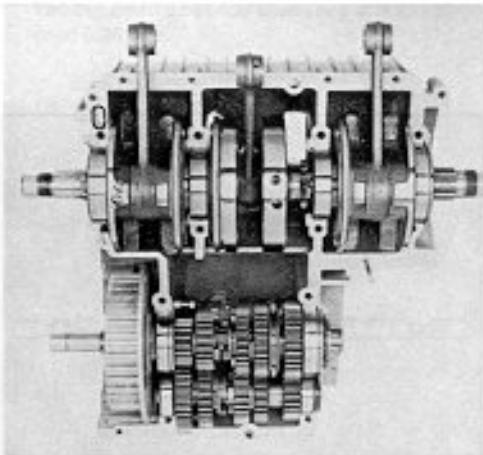

Fig. 152
- L'albero motore completo di cuscinetti di banco e di bielle può essere a questo punto rimosso dal semicarter inferiore (Fig. 152).
- At this stage the crankshaft complete with the main bearings can be removed from the lower crankcase (Fig. 152).